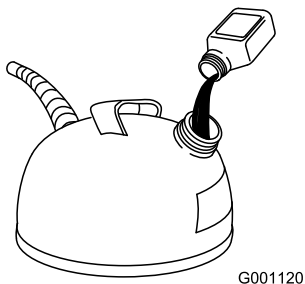

Figure 8
- 2. Ajoutez de l'huile pour moteur à deux temps en vous reportant au tableau ci-dessous (Figure 8).